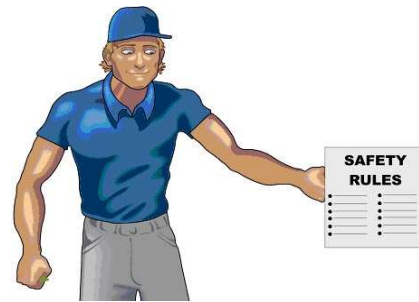

Abb.18
**Lesen Sie die Betriebs- und Wartungsanleitung sorgfältig durch, bevor Sie die Pumpe verwenden (Abb. 18).**